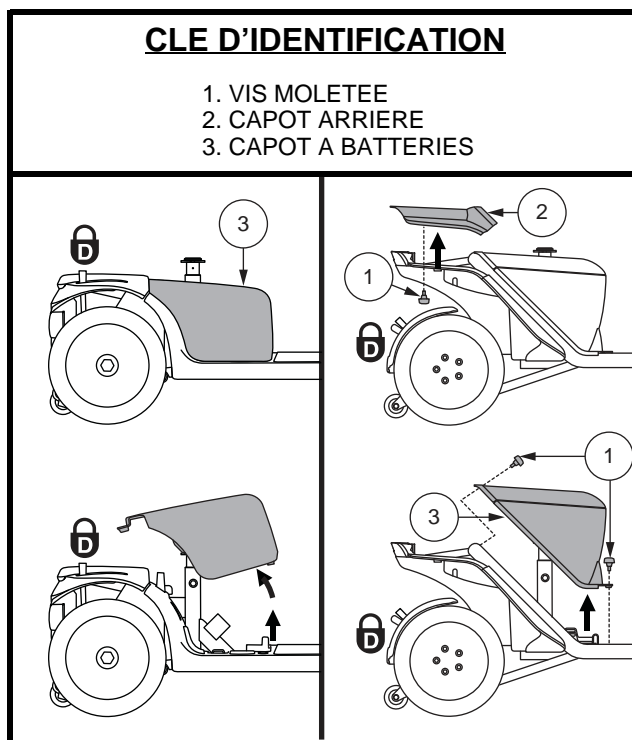

Figure 13. Retirer/Installer le protecteur de la batterie
1. Retirez le siège et le capot à batteries. Voir la figure 13.
- a.) Pour modèles 614 et 714, retirez les deux (2) vis moletées du le capot arrière du scooter qui le fixe sur la structure et soulevez-le à la verticale. Voir la figure 13.
- b.) Pour modèles 614 et 714, retirez les quatre (4) vis moletées du couvercle à batteries qui le fixe sur la structure et soulevez-le à la verticale. Voir la figure 13.